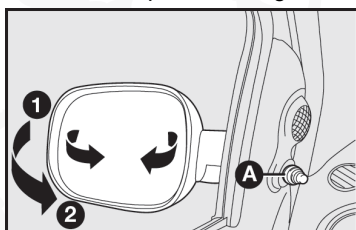

fig. 10
*Con regulación interna fig. 10*
Por dentro del vehículo, mueva la palanca A-fig. 10.
Si el tamaño espejo ocasiona dificultades al pasar por un lugar estrecho, cambie la posición 1-fig. 10 a la posición 2-fig. 10.